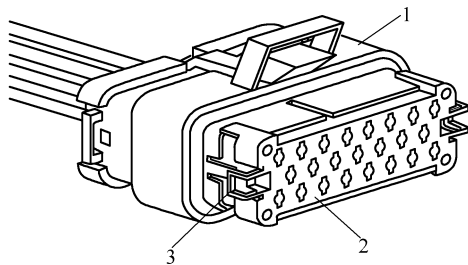

图 6-36 检查锁片应处于开启位置
(1) 触针更换
- ① 检查插头锁片应处于开启位置,如图 6-36 所示。